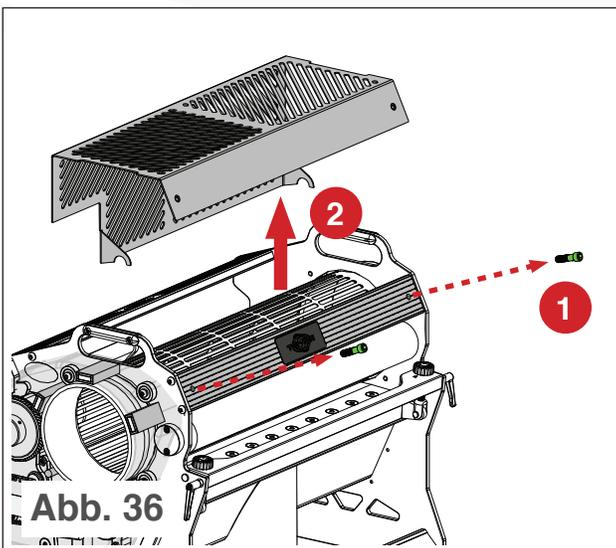

Abb. 36
- i. Verwenden Sie einen Innensechskantschlüssel  $\frac{5}{32}$ , um die Trommelschrauben zu entfernen (siehe Abb. 36).
- ii. Drücken Sie die Schutzvorrichtung von unten nach oben und ziehen Sie sie dann vom T4 ab (siehe Abb. 36).